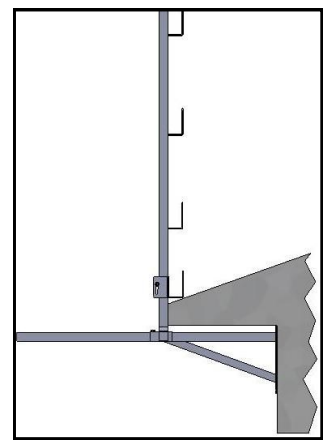

fig.7
- Posizionare la staffa ad "L" inferiore aderente alla superficie di lavoro o comunque nella posizione più bassa possibile (fig.7 a pag 9) e quindi bloccarla, facendo scorrere la vite in dotazione verso il basso all'interno dell'asola ;